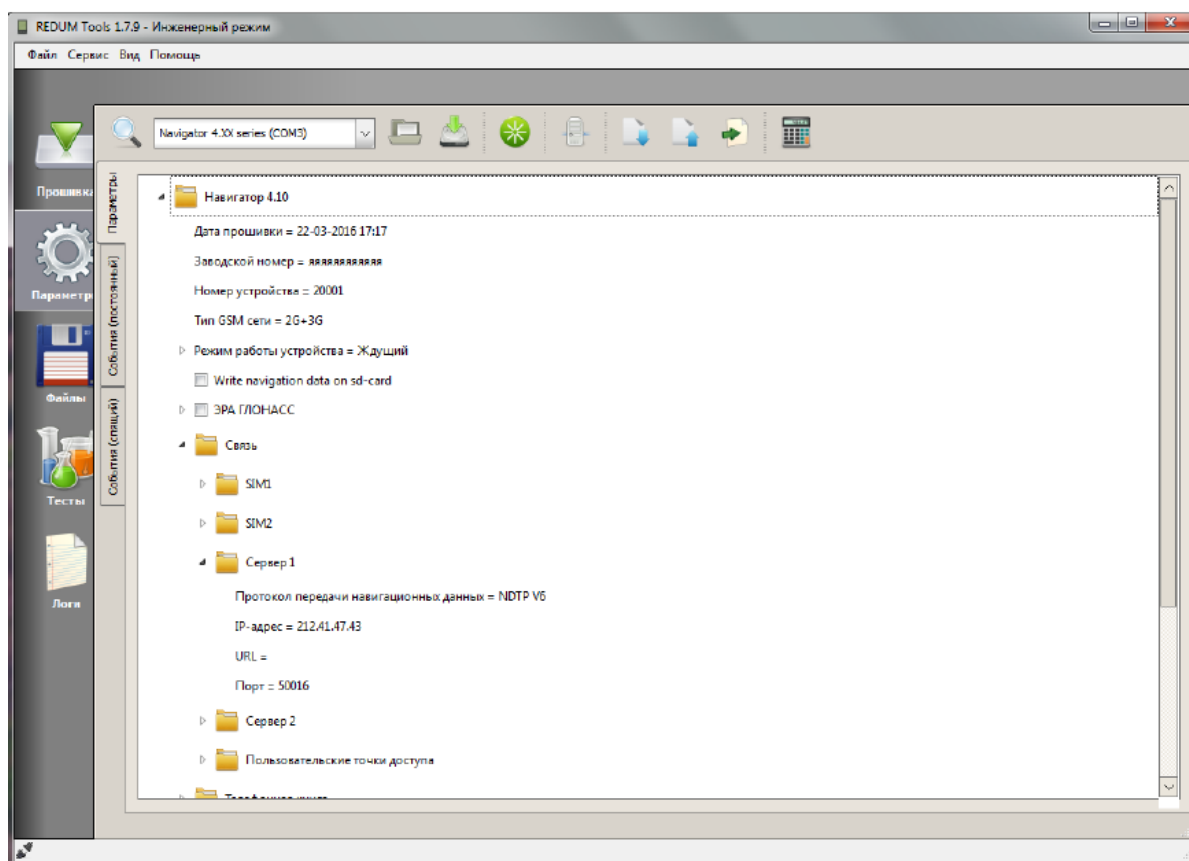

Рис. 6.9. Внешний вид вкладки «Параметры»
- загрузить дерево параметров изделия, нажав кнопку «». Дерево параметров отобразится в центральной части закладки «Параметры», рисунок 6.9. Вкладка «Параметры» содержит три дополнительные вкладки: «Параметры» - основные параметры изделия, описание параметров приведено в таблице 6.4.